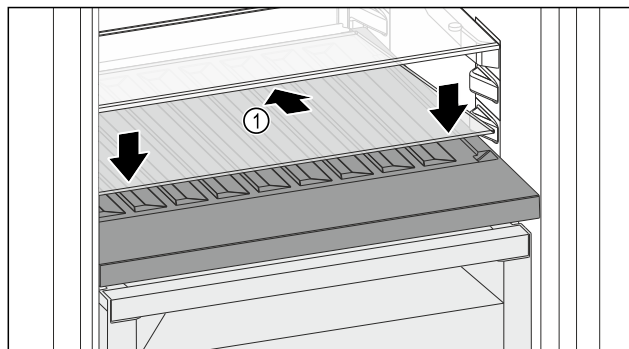

Fig. 164
- ▶ 向后下方倾斜放置玻璃隔板 Fig. 164 (1)。
- ▶ 放低玻璃隔板 Fig. 164 (1) 前部。